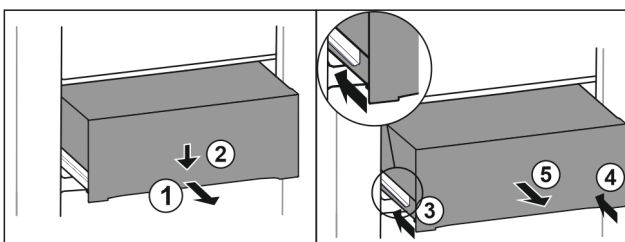

Fig. 66
- Schubfach halb herausziehen. Fig. 66 (1)
- Schubfach an der Vorderseite nach unten drücken. Fig. 66 (2)
- Linke Schiene etwa 2 cm einschieben. Fig. 66 (3)
- Rechte Schiene etwa 2 cm einschieben. Fig. 66 (4)
- Schubfach nach vorne entnehmen. Fig. 66 (5)